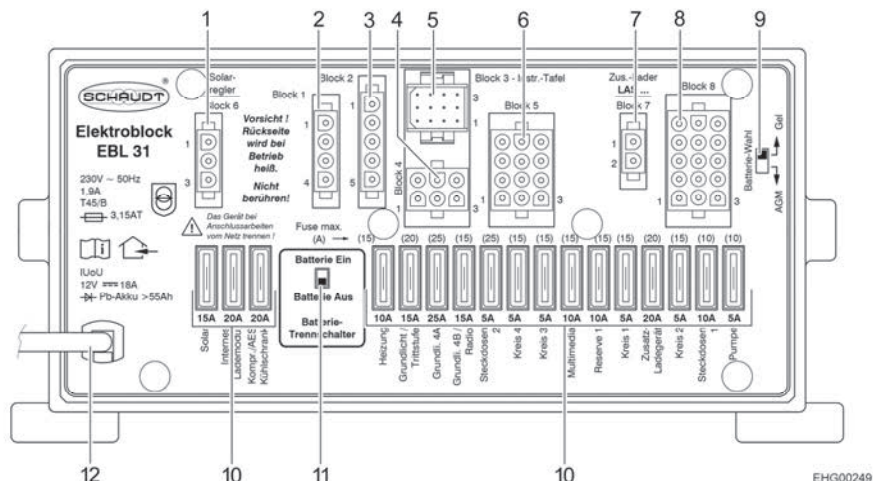

Fig. 78 Centralina elettrica (EBL 31)
- ▷ Per staccare **tutte** le utenze elettriche a 12 V dall'alimentazione di tensione ed evitare che la batteria dell'abitacolo si scarichi, posizionare l'interruttore staccabatteria (Fig. 78,11) sulla centralina elettrica su "Batterie Aus" (batteria Off).
- ▷ Utenze come caricabatteria, regolatore di carica del pannello solare, pannello di controllo o utenze simili, assorbono corrente dalla batteria, anche se l'interruttore principale a 12 V del pannello di controllo (Fig. 79,6) è disinserito. Per questo motivo posizionare l'interruttore staccabatteria (Fig. 78,11) sulla centralina elettrica su "Batterie Aus" (Batteria Off) quando il veicolo non viene utilizzato per lungo tempo.